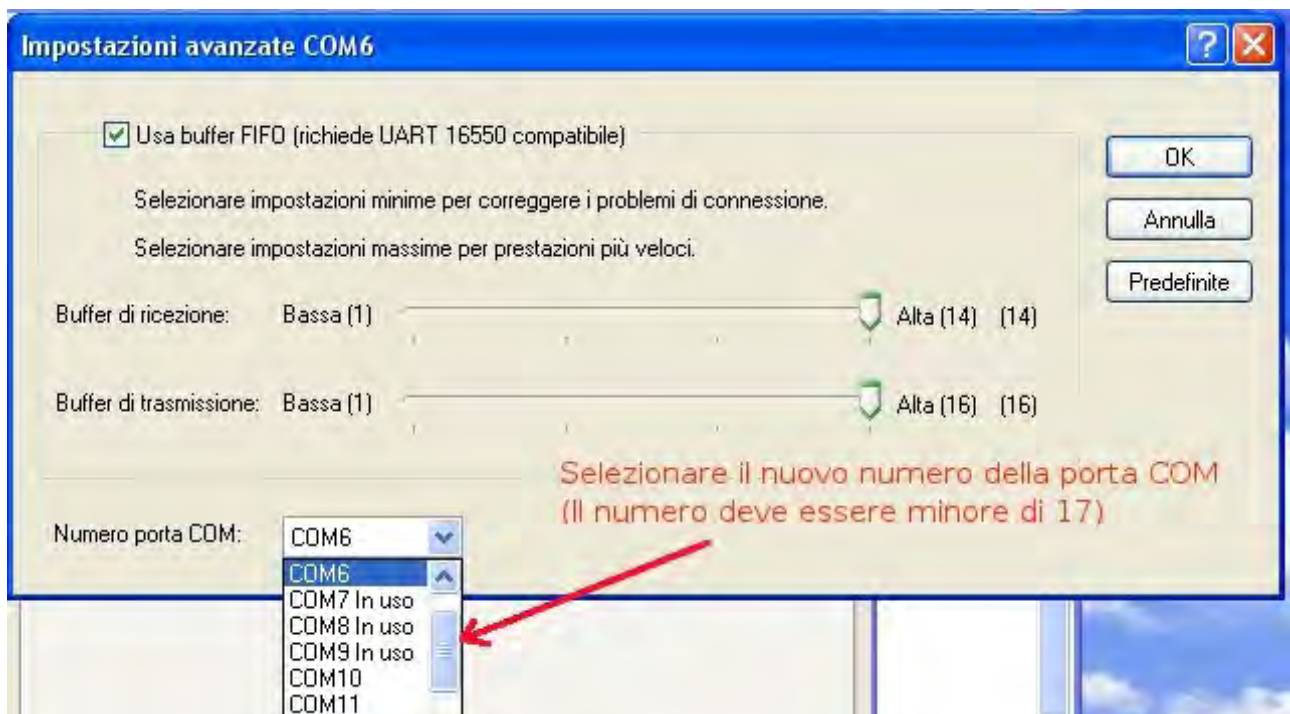

Figura 12: cambio del numero della porta COM.
6. seleccionar la carpeta “*Impostazioni della porta*”, y luego la voz “*Avanzadas...*”. Ésto causa la apertura de la ventana “*Impostazioni avanzate COM X*” (ver figura 12);